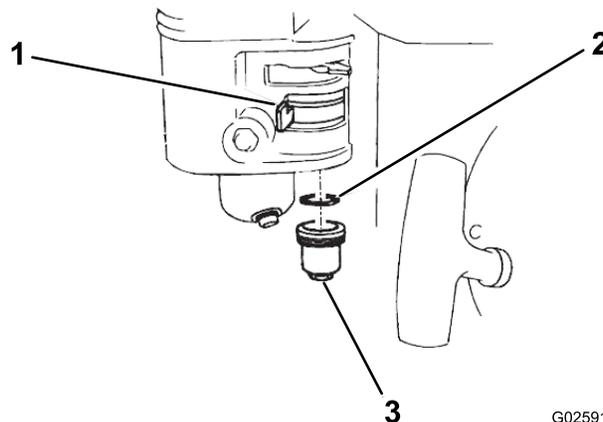

Figura 35
1. Mova a válvula do combustível para a posição DESLIGAR; de seguida, retire o copo de sedimentos de combustível e o anel de retenção (Figura 35).